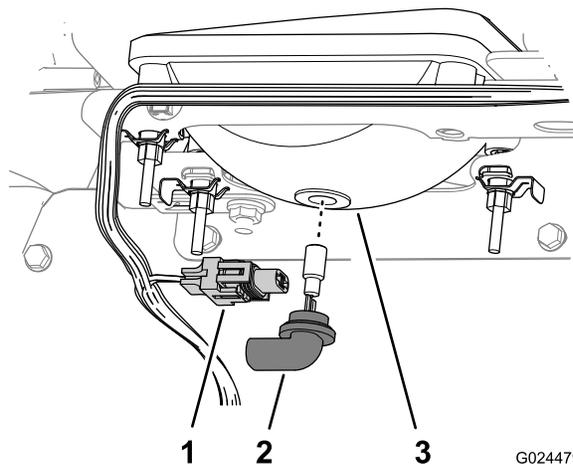

Figura 58
3. Desligue o conector elétrico para a cablagem do conector do conjunto da lâmpada, na parte de trás do compartimento do farol (Figura 58).
4. Rode o conjunto da lâmpada 1/4 de volta para a esquerda e mova-o para trás, para fora do compartimento do farol (Figura 58).
5. Insira o novo conjunto da lâmpada e alinhe as linguetas no conjunto da lâmpada com as ranhuras no compartimento do farol (Figura 58).
6. Fixe o conjunto da lâmpada rodando-o 1/4 de volta para a direita (Figura 58).
7. Ligue o conector elétrico para a cablagem ao conector do novo conjunto da lâmpada (Figura 58).